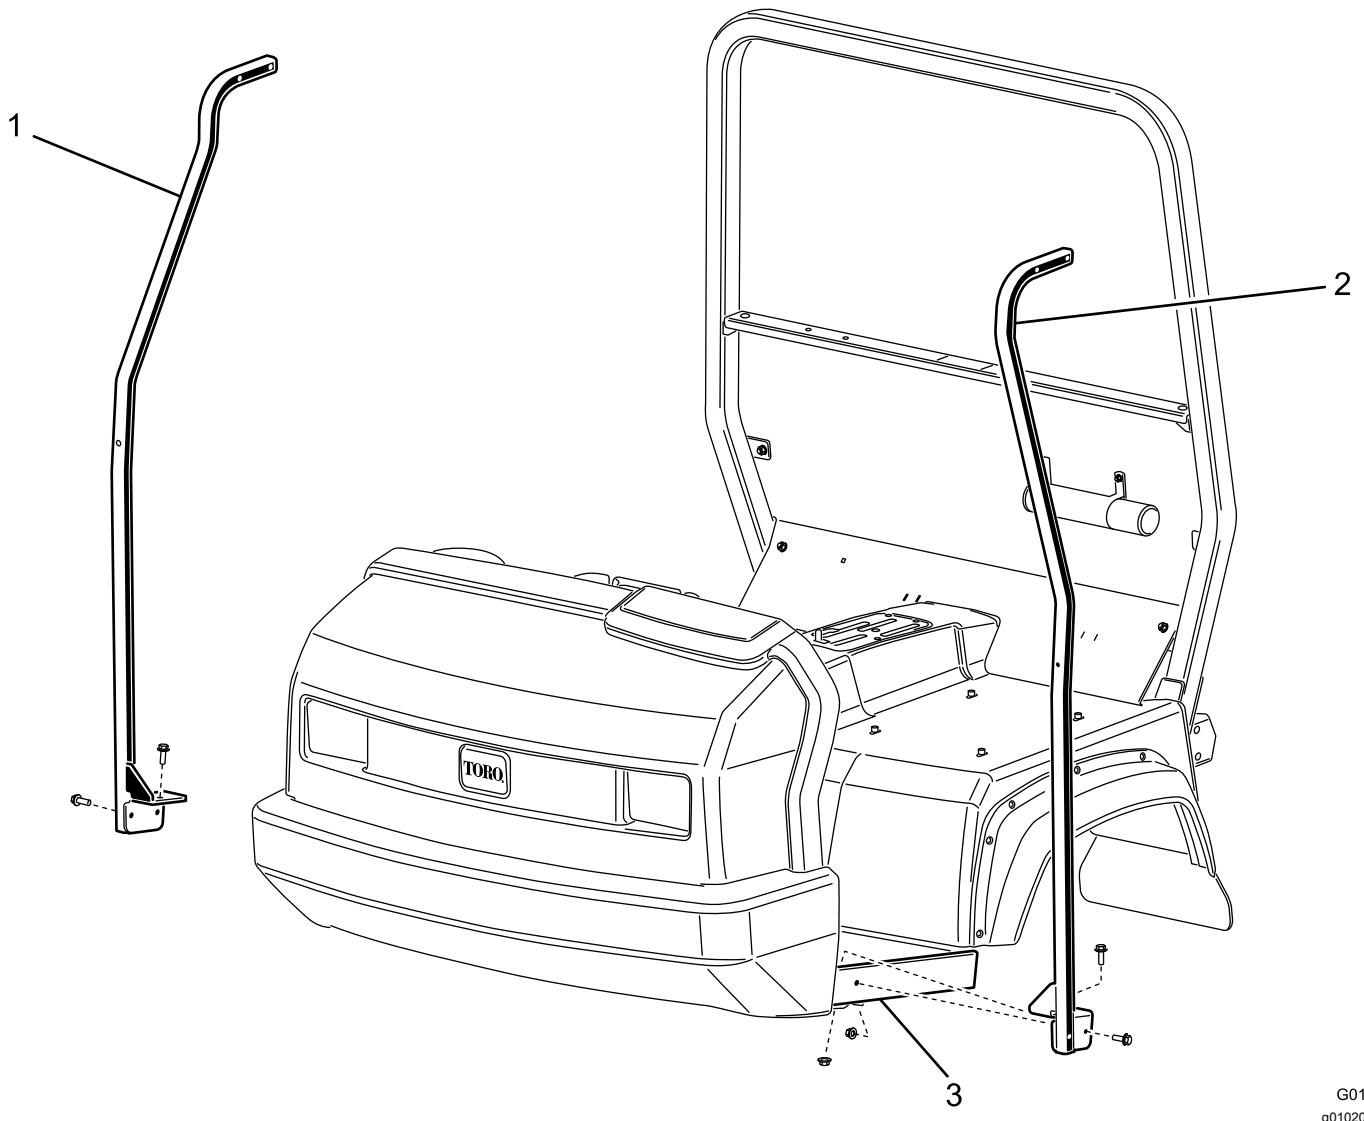

Figure 1
2. Fixez sans les serrer les supports avant au plancher du véhicule (Figure 1). Fixez le bas de chaque tube au bord extérieur du plancher du véhicule à l'aide de deux boulons (3/8 x 1 po) et écrous à embase (3/8 po).